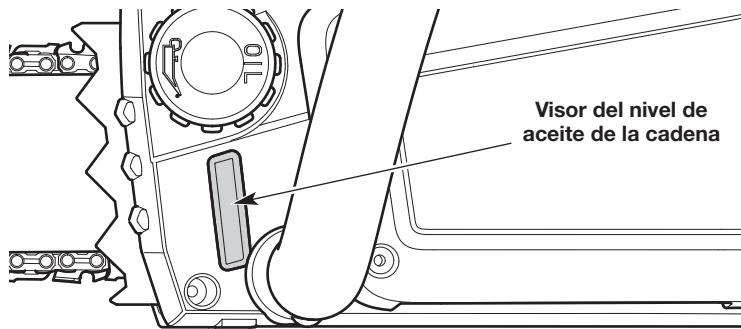

Fig. 36
1. Coloque la unidad sobre una superficie plana y nivelada. Coloque la unidad en posición vertical (Fig. 36).
2. Observe el interior del visor del nivel de aceite de la cadena. El nivel de aceite debe llenar el visor por lo menos hasta la mitad (Fig. 36). Si el nivel de aceite es demasiado bajo, agregue aceite para la barra y la cadena. Consulte *Llenado del depósito de aceite de la cadena*.